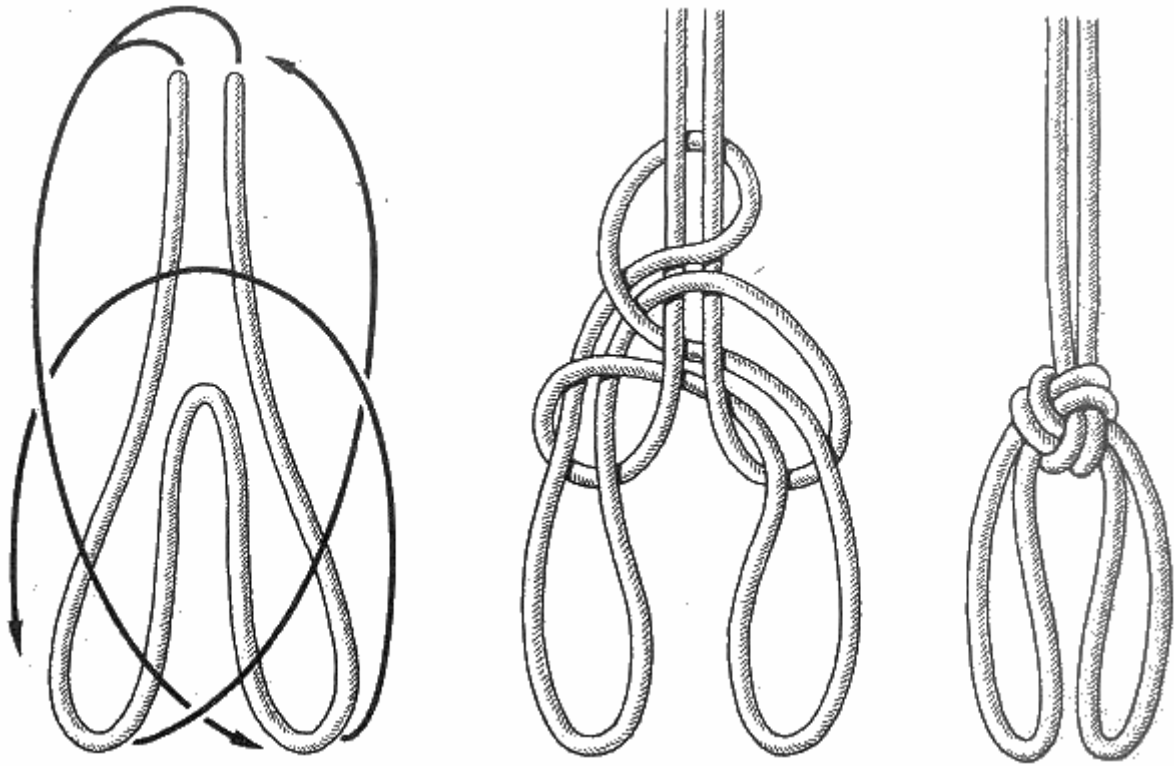

Рис. 139. Тройной плетеный узел
**Тройной плетёный узел** (рис. 139). По вязке относится к самым простым узлам, но требует большого внимания. Он лучше смотрится, если завязан на толстом плотном шнуре. Может быть использован для укорачивания шнуров гардин, штор и занавесей.